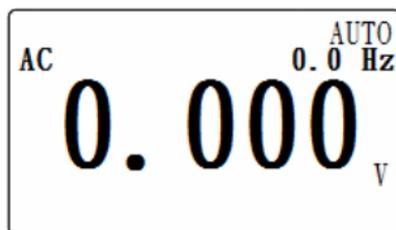

Imagen 3 (5-7)
- Al pulsar la tecla HOLD (3-5, Imagen 1) de nuevo, se abandona la función (según **Imagen 3**).